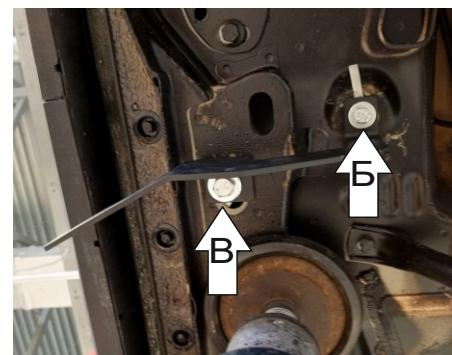

Рис. 4
- Установить задние кронштейны к установленным гайкам закладным, сдвигая кронштейны максимально вправо и используя соответствующие болты M8x25 с шайбами 8 ув., втулками 6 мм для Haval Jolion и M10x25 с шайбами 10 ув., втулками 6 мм для Haval Jolion .(Рис. 4)